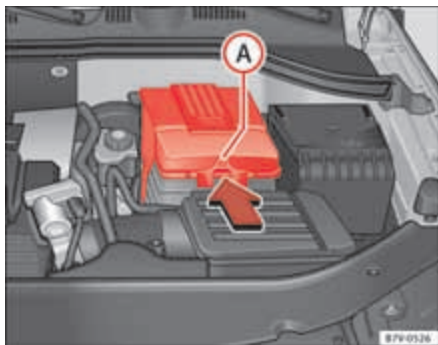

Fig. 170 En el vano motor: Retire la cubierta de la batería del vehículo.
- *En el caso de una cubierta:* presione la lengüeta ⇒ fig. 170  en el sentido que indica la flecha y retire hacia arriba la cubierta.